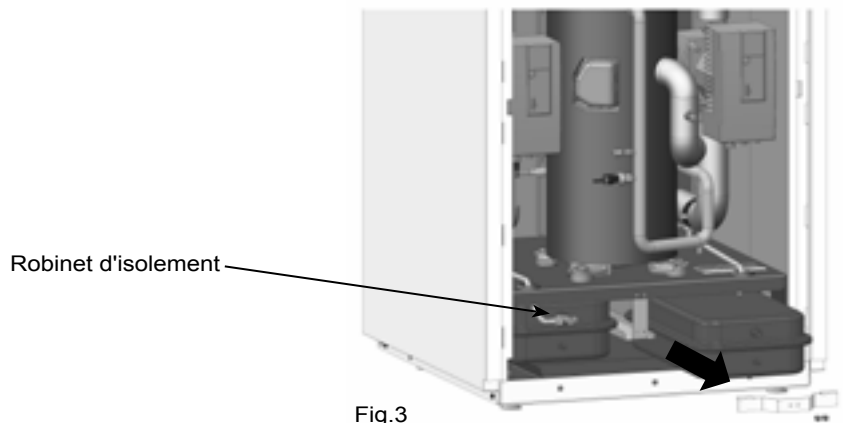

Fig.3
- 4 - Faire glisser les vases d'expansion vers soi (Fig.3).